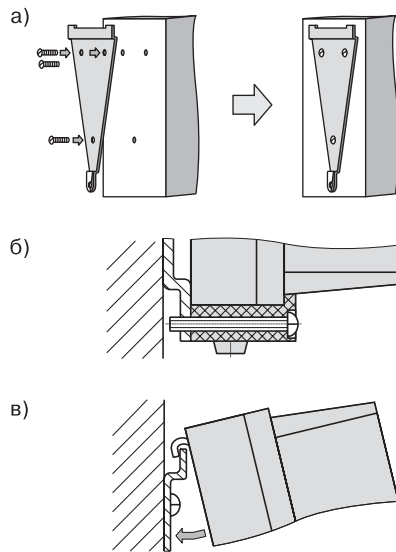

Рис. 10
1. Закрепить кронштейн тремя винтами М4 на поверхности, предназначенной для установки прибора (см. *прил. 1* и рис. 10, а).
2. Зацепить крепежный уголок на задней стенке прибора за верхнюю кромку кронштейна (рис. 10, б)
3. Прикрепить прибор к кронштейну винтом М4 х 35 из комплекта поставки (рис. 10, в).